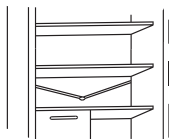

Fig.20
• Faire en sorte que la conduite d'évacuation de l'eau (fig.20) dans le compartiment réfrigérateur reste propre, pour éviter qu'il y ait de l'eau à l'intérieur.